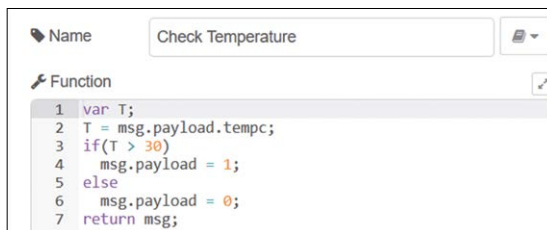

Figure 5.26 Configuration du nœud de fonction
- Créer un **fonction** noeud avec le nom **Vérifier la température**, et entrez les instructions suivantes dans ce nœud (voir la figure 5.26). Ici, si la température est supérieure à 30°C alors le buzzer est activé, sinon, le buzzer est déconnecté- tivé :